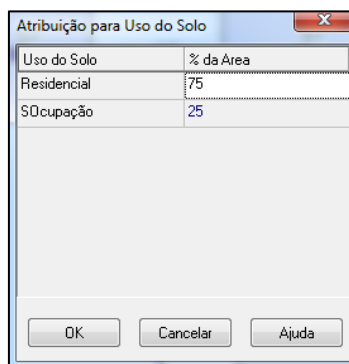

Figura 2.24 - Janela de diálogo de atribuição de usos do solo
3. Na janela de diálogo Usos do Solo, introduzir 75 para a porcentagem de área Residencial e 25 para a porcentagem de uso do solo SOcupação (ver Figura 2.24).